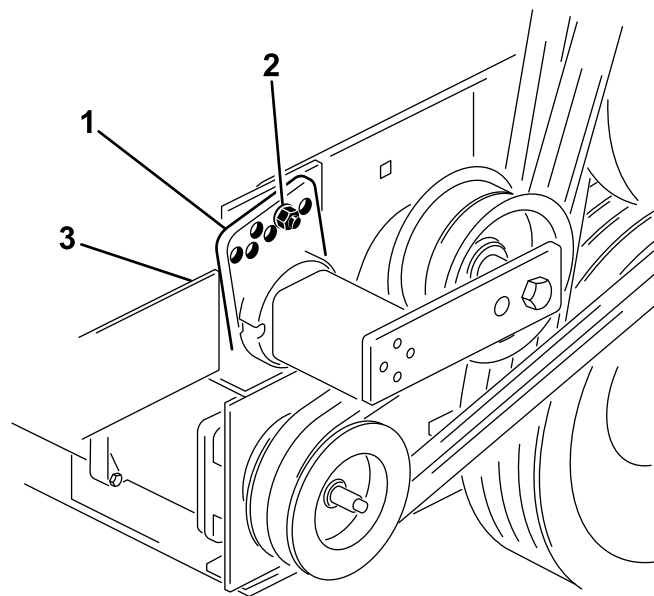

Figura 13
2. Sul retro del telaio, allentate il bullone che fissa il tendicinghia al telaio (Figura 13).
3. Rimuovete il bullone e il dado che fissano la guida del tendicinghia al supporto della trasmissione per rilasciare la tensione della cinghia (Figura 13).